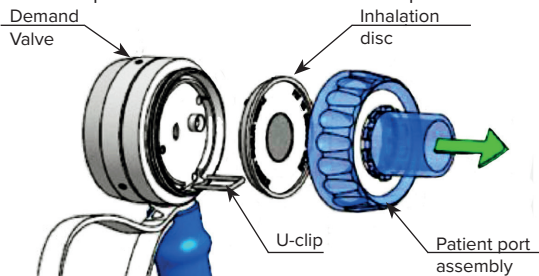

Fig. 2: Componenti della valvola a domanda
3. Sollevare e rimuovere il Clip ad U con un piccolo cacciavite. Vedere la fig. 2.